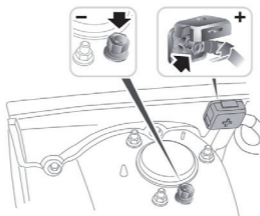

Figure 4.1.2
- **NE PAS TESTER PAR LES PISTES DE DÉMARRAGE.** Pour les modèles dont la batterie se trouve sous le siège ou dans le coffre, le fabricant inclut généralement des pistes de démarrage sous le capot (voir Figure 4.1.2) pour faciliter le démarrage. Toutefois, pour garantir l'exactitude des données et la sécurité du